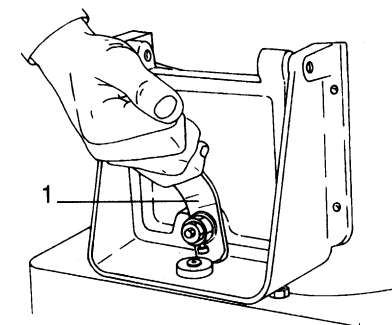

Fig. 9
- Open the exit door using lever 1, Fig. 9.